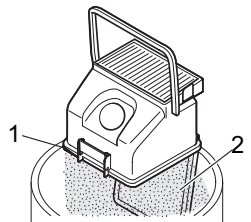

Abb. 25
4. Öffnen Sie die Verriegelung (Abb. 25/1). Der Boden (Abb. 25/2) öffnet sich und der Staub rieselt in den Mülleimer.